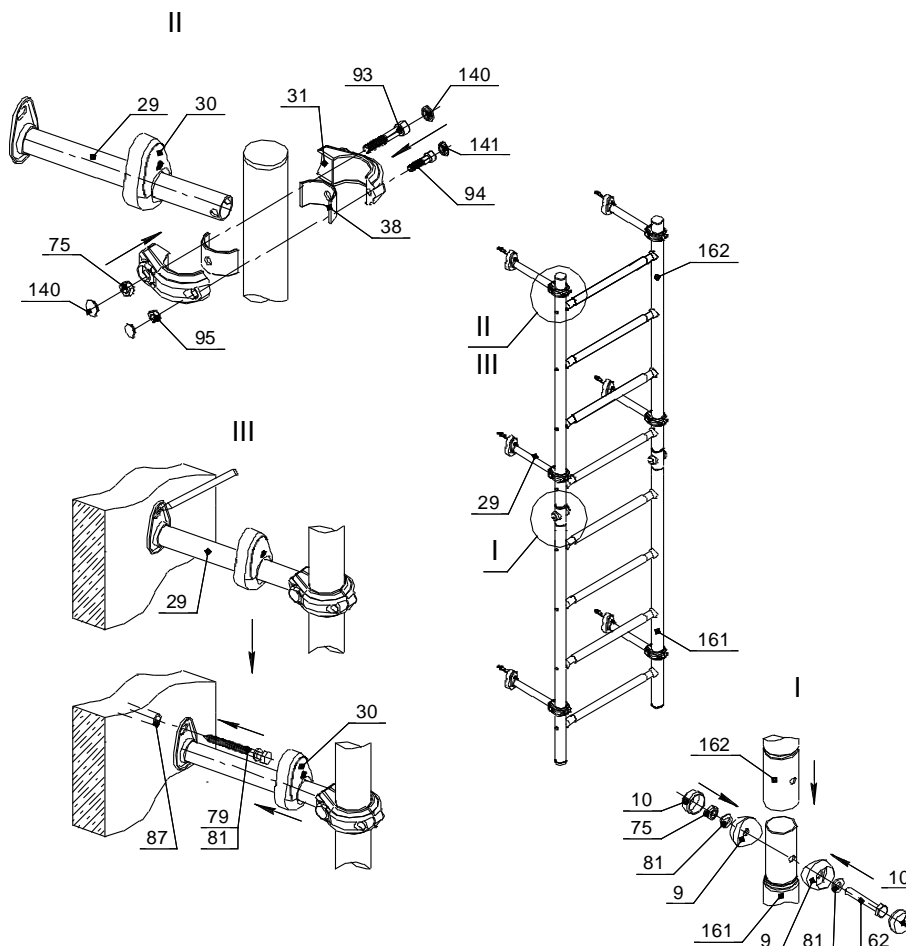

Рис. 2
- Приставить лестницу к стене. Разметить и просверлить 6 отверстий по диаметру дюбеля поз.87 глубиной не менее длины шурупа поз.79; вставить в отверстия и забить дюбели поз. 87. Приставить лестницу к стене и закрепить (рис.2).